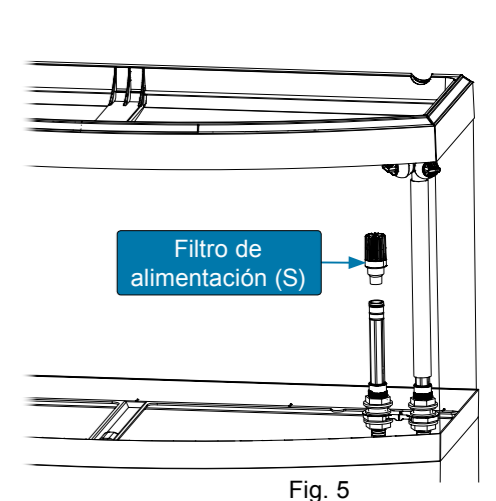

Fig. 5
- Inserte el filtro de alimentación (S) en el tubo de conexión (A) (Fig. 5). El resultado final del montaje se muestra en las figuras 6 y 7.